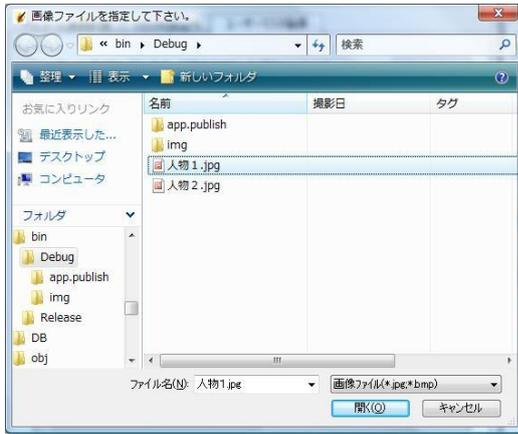

図 79 画像ファイルの指定
⑤ユーザーの写真を登録する場合は、ユーザーを選択後、[画像取込] ボタンをクリックし、画像取込ダイアログボックスから画像ファイルを指定します。(図 79)
⑥ [編集終了] ボタンをクリックすることにより入力した内容が保存されます。